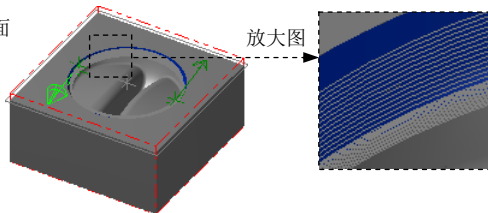

图 4.22 曲面流线形式线框
Step3. 设置曲面流线形式。单击“刀具路径的曲面选取”对话框的 **曲面流线** 区域的 按钮, 系统弹出“曲面流线设置”对话框, 同时图形区出现流线形式线框, 如图 4.22 所示。单击 按钮, 系统返回至“刀具路径的曲面选取”对话框。单击 按钮, 系统弹出“曲面精加工流线”对话框。